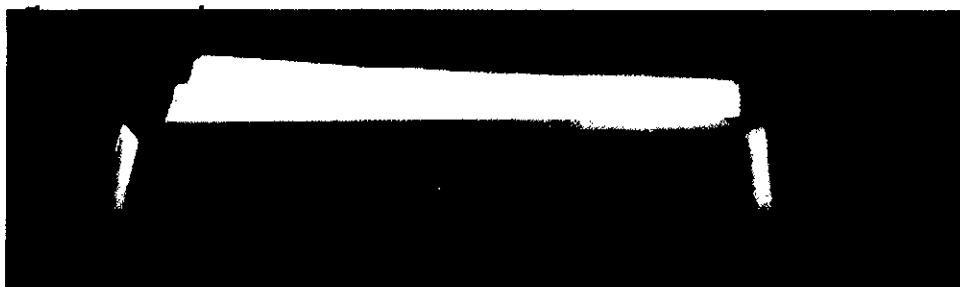

Figura 8: Aspirando el filtro
- c. Limpie el filtro, bien sea aspirándolo (Figura 8) o lavándolo con agua jabonosa caliente, luego enjuague con agua abundante y seque antes de volverlo a instalar.